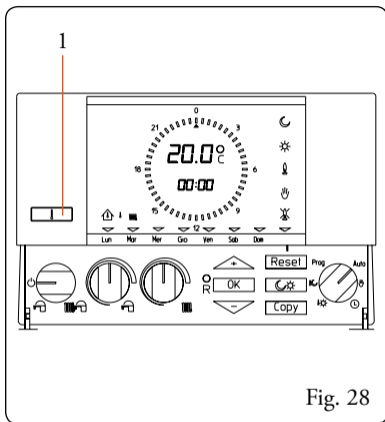

Fig. 28
Premere  (Fig. 28 pos. 1) per visualizzare ciclicamente per 5 secondi il valore delle seguenti temperature.